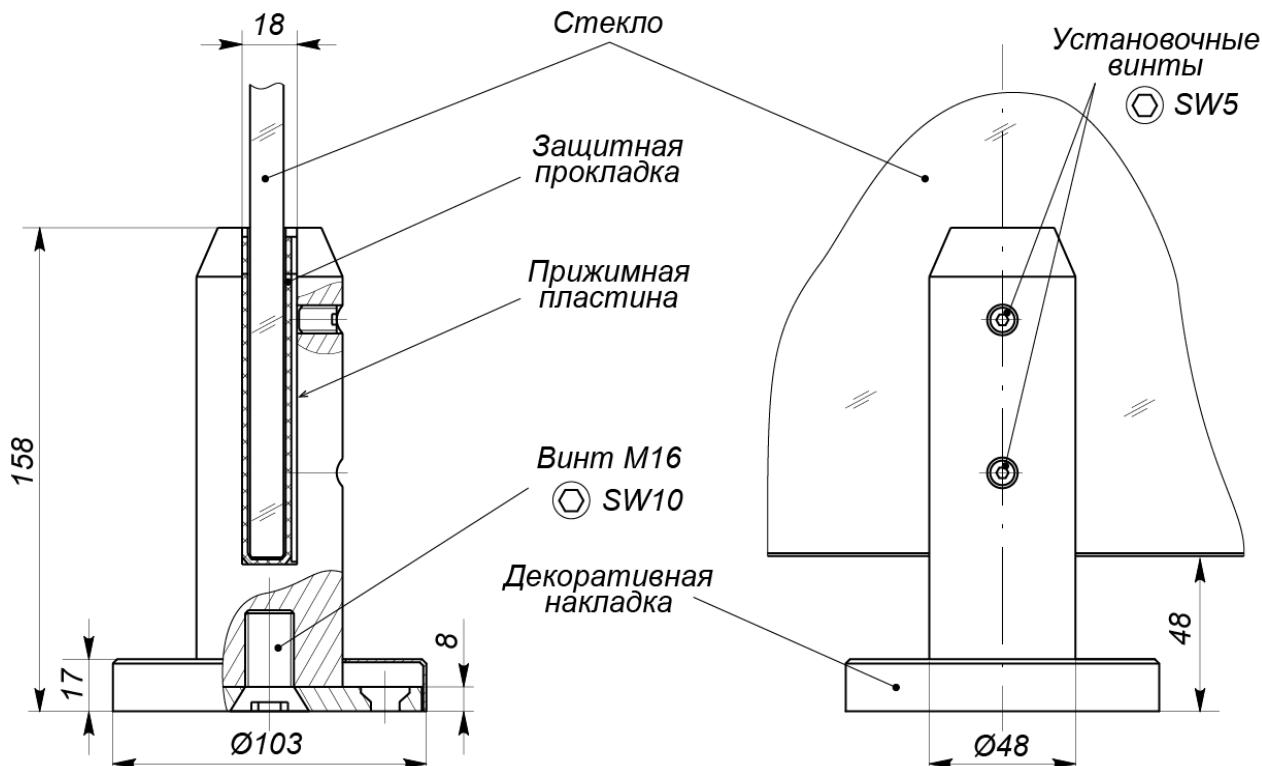

Рисунок 1. Внешний вид и размеры мини-стойки PERCo-BH06 2-00
Мини-стойка представляет собой цилиндрическую стойку с пазом для стекла, закрепленную с помощью винта M16 на фланце. Фланец крепится на установочной поверхности при помощи 4 анкерных винтов M8 и сверху закрывается декоративной накладкой. Стекло ограждения фиксируется в пазе стойки при помощи прижимной пластины и двух установочных винтов M10 (см. рис. 1).
7. Выкрутите на несколько оборотов из корпуса стоек установочные винты (инбусовым ключом SW5). Вставьте в паз со стороны винтов прижимную пластину, а между ней и противоположной стороной паза – вдвое сложенную защитную резиновую прокладку (см. рис. 1).